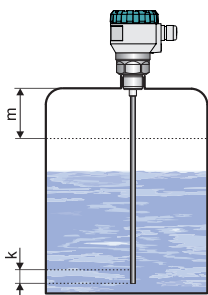

Abb. 3: Tote Zonen des Füllstandsmessers mit Stabelektrode
- Im Zusammenhang mit dem Messprinzip können die im unmittelbaren Bereich unter dem Füllstandsmesser sowie am Ende der Elektrode reflektierten elektromagnetischen Wellen nicht ausgewertet werden (siehe Abb. 3 und 4). Diese Zonen bestimmen entweder den möglichen Mindestabstand zwischen dem Füllstandsmesser und dem höchsten Füllstandsniveau (Parameter „m“), oder den Mindestabstand am Ende der Elektrode (Parameter „k“). **Der Füllstandsmesser ist so zu installieren, dass der Füllstand bei maximaler sowie bei minimaler Tankbefüllung in die toten Zonen nicht eingreift.** Greift der gemessene Füllstand in die tote Zone ein, d.h. außerhalb des Messbereiches, geht der Füllstandsmesser in Fehlermodus über, siehe Absatz Messbereich.